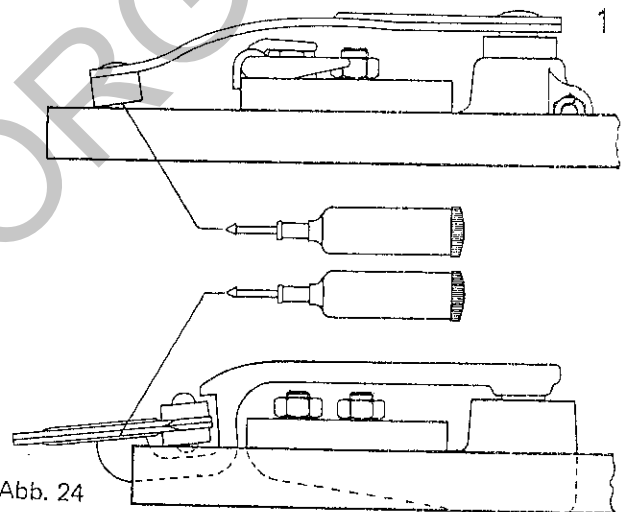

Abb. 24
- Der untere Führungsarm (5 Abb. 21) darf (z. B. durch Anfahren an festen Hindernissen) nicht verbogen sein. Die richtige Stellung ist vorhanden, wenn Unterkante Balkenrücken und Messerrücken höhengleich stehen (Abb. 24). Kontrolle mittels Lineal und Schablone. Anstelle der Schablone empfehlen wir auch ein Neuteil aus dem Ersatzteillager.
Der Druck der oberen Arme auf das Messerpaar ist werkseitig auf 12 - 14 kg eingestellt. Eine Verstellung des Drucks durch verschieben des Gummiblocks im Halter ist nach lösen der Klemmschraube (1 Abb. 24) möglich, aber nur selten sinnvoll. Lediglich nach mehr als 100 Betriebsstunden und nach Anfahren an festen Hindernissen und bei Reparaturen bedarf die Druckeinstellung einer Überprüfung.
Mähmesser ausbauen, Führungsarme schließen. Unterkante Balkenrücken und vordere Unterkante Führungsarm müssen jetzt höhengleich stehen, damit bei eingebauten Messern der Druck stimmt. Kontrolle mit Lineal (Abb. 24). Diese Kontrolle ist sehr gut bei senkrecht stehendem Schneidwerk möglich. Ist eine Druckkorrektur notwendig, Schrauben oder Klemmschellen lösen (1 Abb. 24) und die Gummiblocks höher oder tiefer schlagen, bis die richtige Lage erreicht ist.